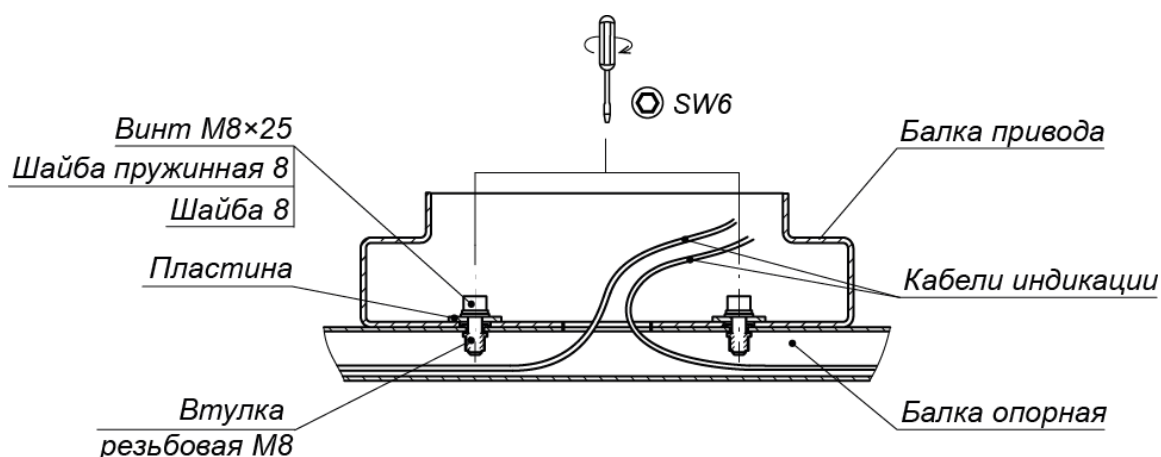

Рисунок 16. Крепление балки привода (8) с балкой опорной (7)
- Закрепите балку привода на балке опорной (7) двумя болтами M8×25, ключ SW6, используя две пластины из комплекта поставки (см. рис. 16).